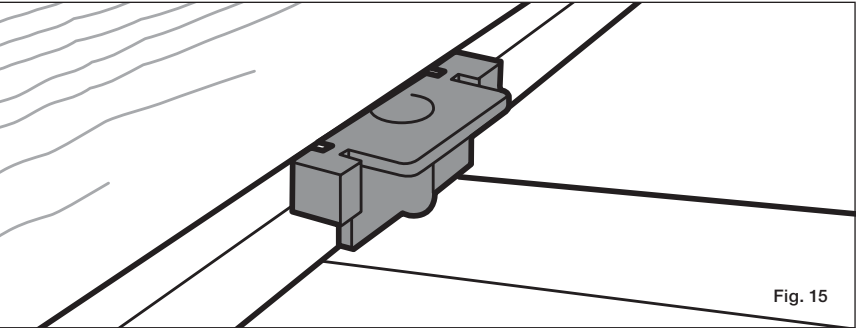

Fig. 15
Paso 6 Instale el soporte del sujetador oculto Stowaway sobre el tornillo y centrado sobre la viga. Ajuste utilizando el tornillo de ajuste preestablecido en un ángulo de 90° a través del sujetador oculto Stowaway y coloque al ras con el sujetador (fig. 15). Los bastidores de los sujetadores deberán permanecer a nivel con la viga para que la próxima tabla encaje correctamente (fig. 16).